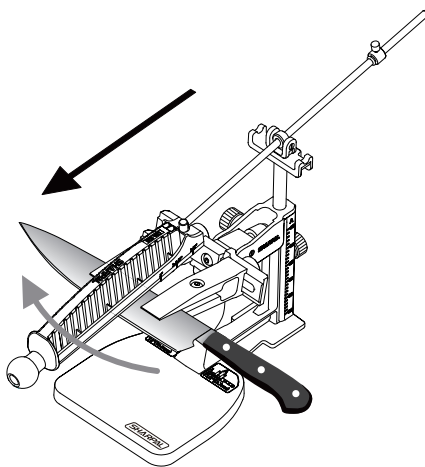

Fig. 17
**Hinweis:** Beim Strophen der Klinge bewegen Sie das Leder immer nach unten. Vermeiden Sie Hin- und Herbewegungen, um ein Einschneiden in das Leder zu verhindern (Siehe Fig. 17). **Stellen Sie vor dem Abziehen sicher, dass die Klinge sauber und frei von Wasserflecken ist.**